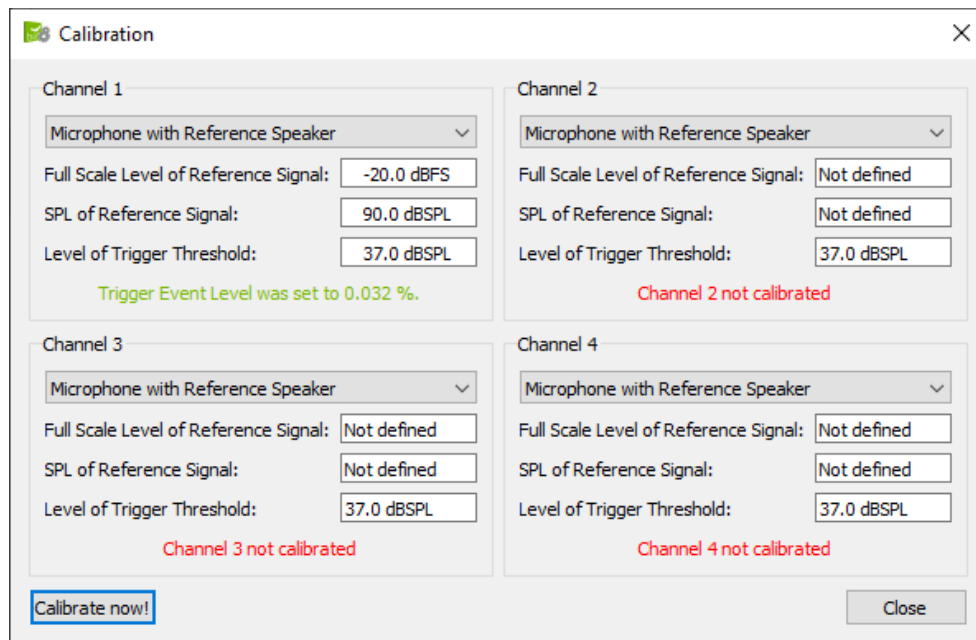
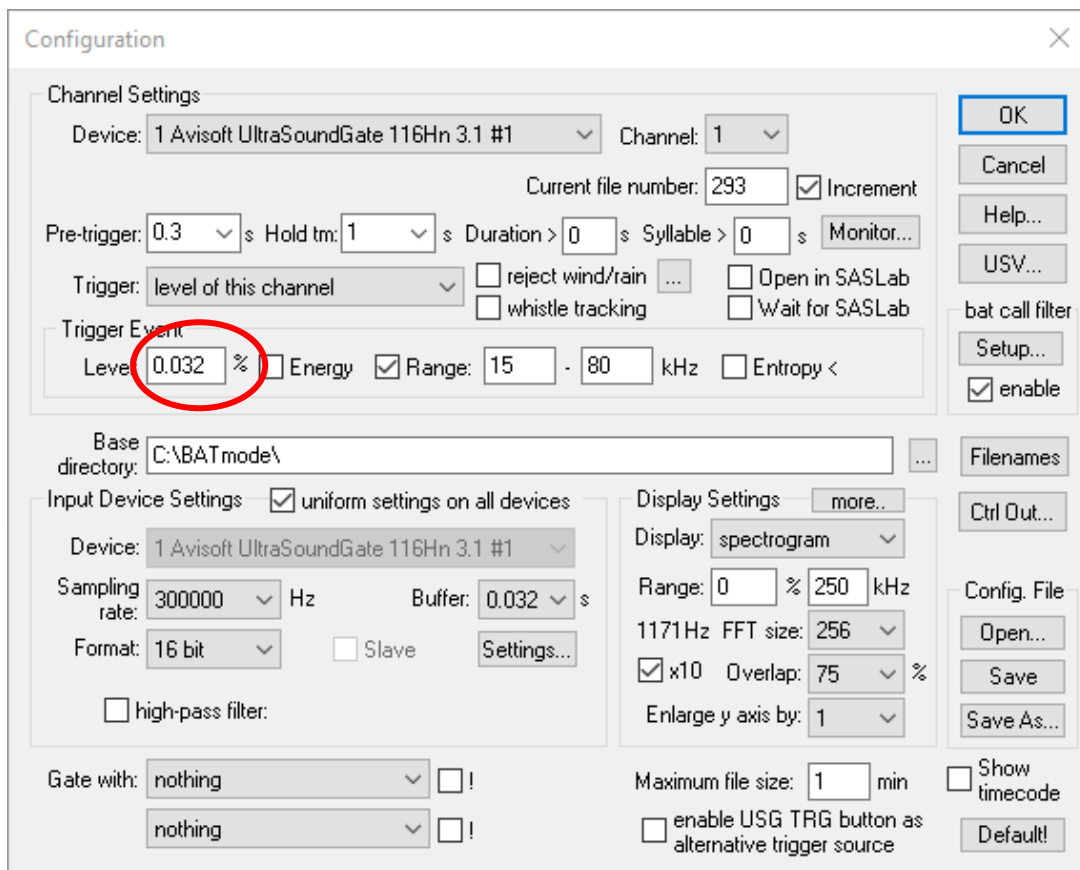

Abbildung 2: Kalibrierdialog in BATcontrol
Abbildung 3: Configuration Dialog der Software RECORDER
Zur Kalibrierung tragen Sie die Werte, welche zusätzlich direkt auf dem Mikrofon vermerkt sind, für den jeweiligen Mikrofonkanal in den Kalibrierdialog von BATcontrol (zu finden auf der Seite „Monitoring“ durch Klicken auf den Button „Calibration“, siehe Abbildung 2) ein. Geben Sie zudem unter dem Punkt „Level of Trigger Threshold“ einen von Ihnen gewünschten Triggerschwellwert $A_{\text{dB SPL}}$ an und wählen Sie aus, ob Ihr Mikrofon einen integrierten Testsignalgeber besitzt oder nicht. Anschließend klicken Sie auf den Button „Calibrate now!“. Durch Bestätigen des sich öffnenden Warnhinweises wird Ihr System kalibriert. Dies wird zudem visuell bestätigt und der hieraus resultierende Trigger Level Threshold in % ($A_{\%}$) angezeigt. Dieser Wert kann im Configuration Dialog der RECORDER-Software (siehe Abbildung 3) überprüft werden.
10. Öffnen Sie den Kalibrierdialog von BATcontrol (siehe Abbildung 2).
15. Die erfolgte Kalibrierung wird visuell bestätigt und der hieraus resultierende Trigger Level Threshold $A_{\%}$ in % angezeigt. Dieser Wert kann im Configuration Dialog der RECORDER-Software (siehe Abbildung 3) überprüft werden.
Die -3 dB müssen hierbei subtrahiert werden, um den Reference Signal Level als RMS (root mean square) Wert in die Berechnung eingehen zu lassen.* Nach erfolgter Kalibrierung entspricht der Wert $A_{\%}$, welcher unter Trigger Level (Threshold) [%] angezeigt wird, dem Wert des Trigger Event Levels im Dialog Configuration der RECORDER-Software (siehe Abbildung 3).